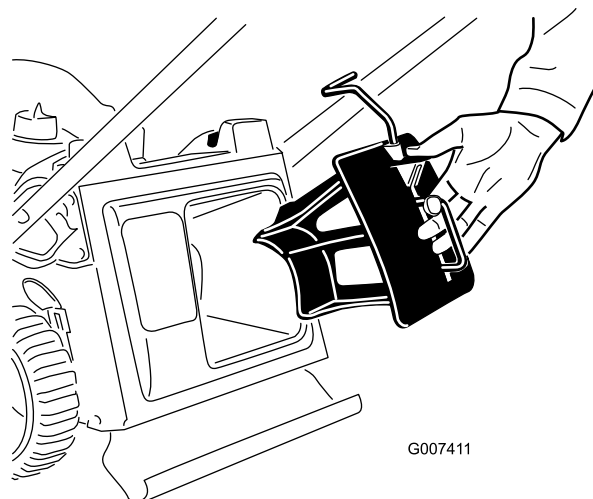

Figura 9
1. Qualora non sia già montato in sede, inserite il tappo mulching nella macchina (Figura 9).